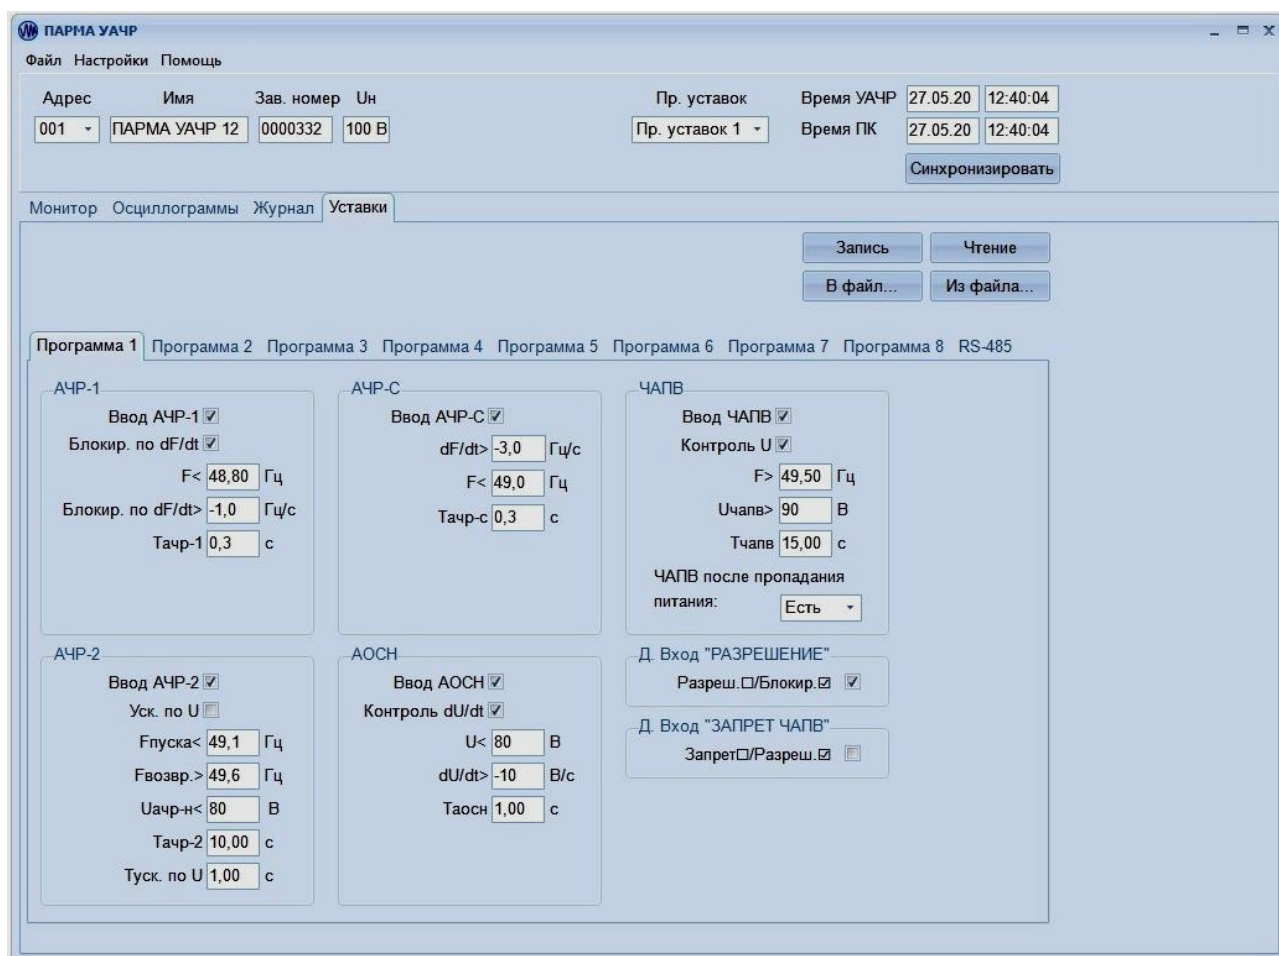
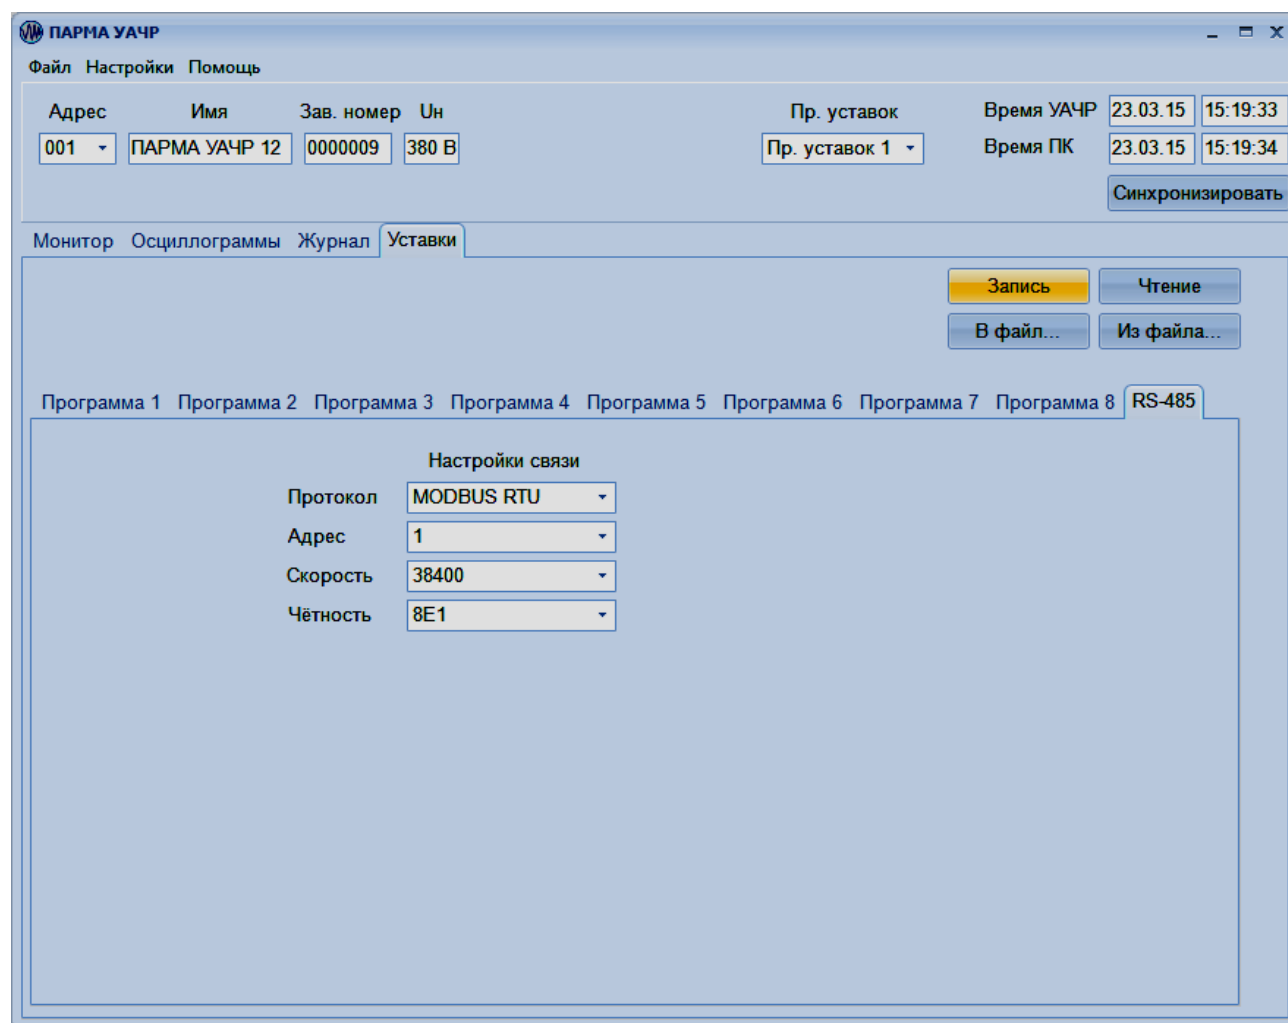

Рисунок 13 – Вкладка "Уставки"
Рисунок 14 – Вкладка "RS-485"
5.3.10.1 Вкладка "Уставки" предназначена для конфигурирования УАЧР (рисунок 13) и задания параметров связи порта RS-485 УАЧР (рисунок 14).
5.3.10.6 Вкладка "RS-485" (рисунок 14) предназначена для настройки параметров связи УАЧР с АСУ по интерфейсу RS-485. Чтобы задать параметры связи, необходимо в выпадающем списке "Протокол" выбрать один из протоколов информационного обмена, указать сетевой адрес УАЧР (от 1 до 247), задать скорость обмена данными, формат передачи байта ("Чётность"), выбрав их в соответствующих выпадающих списках.